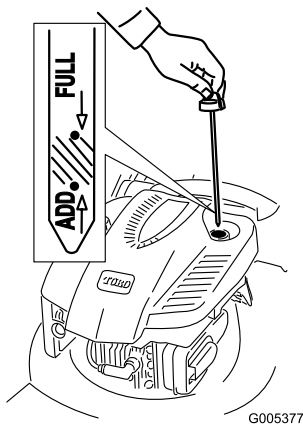

Bild 11
1. Nehmen Sie den Peilstab heraus und wischen Sie ihn ab. Stecken Sie ihn dann ganz ein (Bild 11).
2. Nehmen Sie den Peilstab heraus und prüfen Sie den Ölstand (Bild 11). Wenn der Ölstand unter der **Nachfüll**-Marke ist, gießen Sie **langsam** Öl in den Einfüllstutzen, um den Ölstand auf die **Voll**-Marke am Peilstab anzuheben. **Füllen Sie nicht zu viel ein.** (Max. Füllstand: 0,59 l, Typ: Waschaktives SAE 30-Öl mit der Klassifizierung SF, SG, SH, SJ, SL oder höher durch das American Petroleum Institute (API).